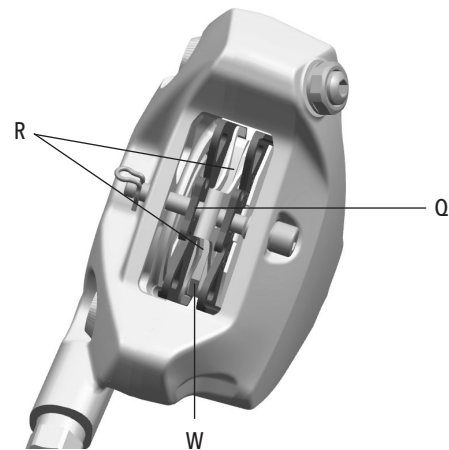

Fig.8
前後のパッド共に、パッド摩耗インジケーター (W) が存在し、パッドがメタル・サポート (Q) に対して、ピストンに接触しながら正し位置にあることを、そしてパッドのフリクション・エリア (R) がローターに接触していることを確認します (図8)。そうでない場合は、資格のあるメカニック、またはカンパニョーロ プロ・ショップに相談してください (“2章 - 技術情報とテクニカル・サポート” をご参照ください)。
ウエットで、泥、砂、埃の多い状況下で使用すると、ブレーキ・パッドの寿命は極端に短くなり、きれいなアスファルト道路で使用する場合より早期に摩耗します。そのため、摩耗インジケーター (W - 図8) がパッド上に見えていることを、頻繁に確認することが非常に重要です。摩耗インジケーターが見えなくなった場合は、メカニックに依頼し、パッドを交換してください。